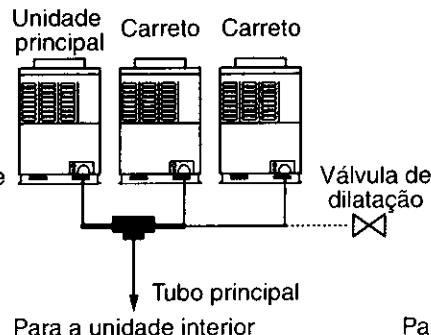

Figura 2
2) Porém, conforme ilustrado na figura a seguir, a junta de derivação em T, vendida em separado, pode ser ligada para ligar ao tubo principal na tubagem indicada a negrito na figura a seguir. (Figura 2)